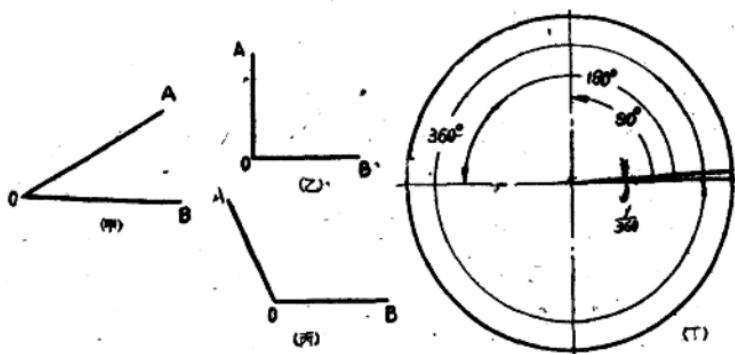

图 1
1. 如图1(甲)，从O点画OA和OB两根直线所得的形状，叫角。
2. 把整个圆圈分成360等分，每一个等分所成的角，如图1(丁)的 $1/360$ ，叫一度。度是量角度大小的单位，并还可用来表示一根直线或一个面的歪斜程度。
3. 比90度小的角，如图1(甲)通常叫锐角；等于90度的，如图1乙叫直角；大于90度的角，如图1(丙)叫钝角。